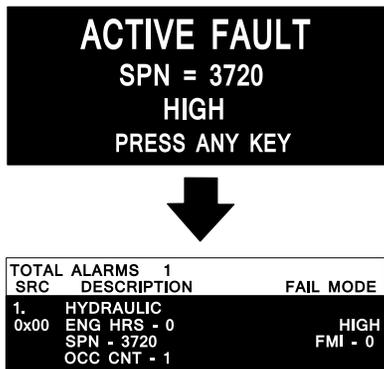

Figura 17
- Advertencia del motor SPN 3720, FMI 16 (Figura 17)